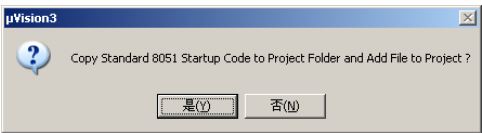

图 21-2 “ μ Vision3”对话框
(3)单击“确定”按钮,此时弹出“ μ Vision3”对话框,如图 21-2 所示。单击“是”按钮,完成工程的建立。